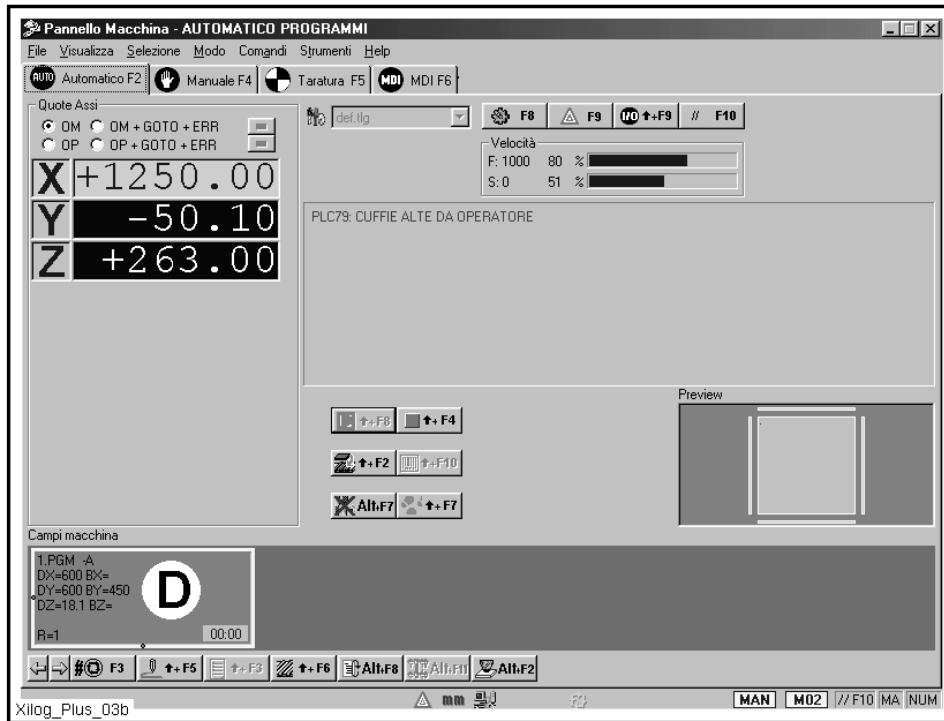

Fig. 6.4.2c
- a questo punto le battute si ritirano ed il pannello è pronto per essere lavorato: il riquadro del programma sul CN D (Fig. 6.4.2c) diventa blu se il campo è immediatamente disponibile alla lavorazione; diventa azzurro se non è immediatamente disponibile alla lavorazione per cui si genera una prenotazione (questa condizione si verifica quando la macchina sta lavorando su un altro campo).